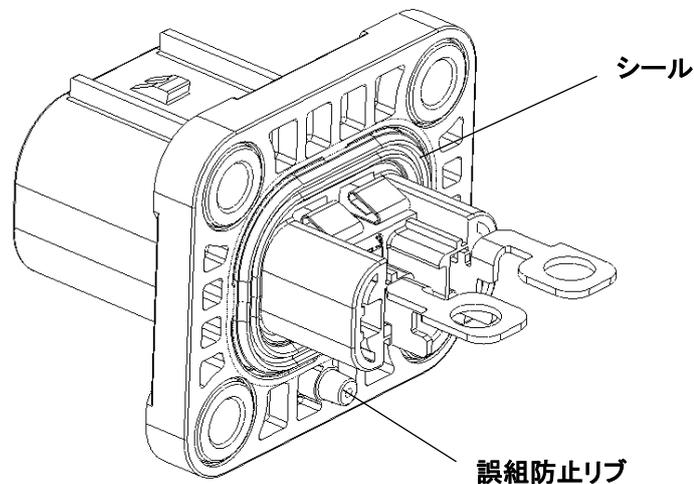

Fig.3
- 4.2. シールがオスコネクタにズレ、めくれ等無く正しく付いていることを確認下さい。シール組付け状態に異常がある場合使用しないで下さい。(Fig.3 参照)